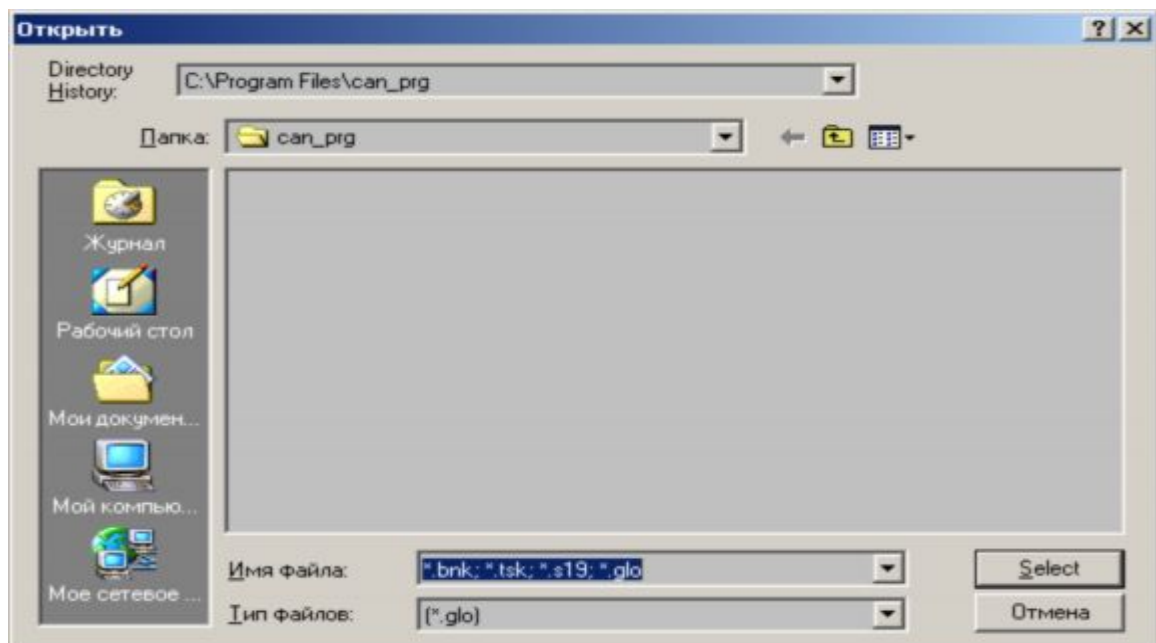

Рисунок 2
1) нажать кнопку «FILE» и, пользуясь таблицами А.2, А.3, в открывшемся окне (рисунок 2) выбора файлов выбрать требуемый файл для прошивки. Нажать кнопку «Select»;